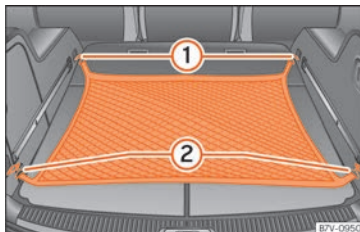

Fig. 149 Dans le coffre à bagages : filet à bagages accroché.
- Accrochez le filet à bagages aux œillets d'arrimage » **fig. 149** ① et ②.
- Décrochez les crochets du filet à bagages des œillets d'arrimage » **fig. 149** ① avec précaution.
- Décrochez les crochets du filet à bagages des œillets d'arrimage » **fig. 149** ② avec précaution.